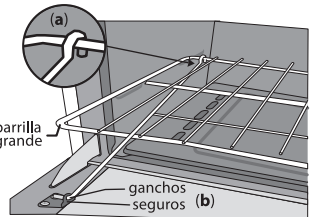

fig. 28
2. Colocar los ganchos en la parte posterior de la parrilla. (fig. 28 a)
3. Inserte las puntas de los ganchos largos a los seguros localizados en el marco interno de la puerta. (fig. 28 b)